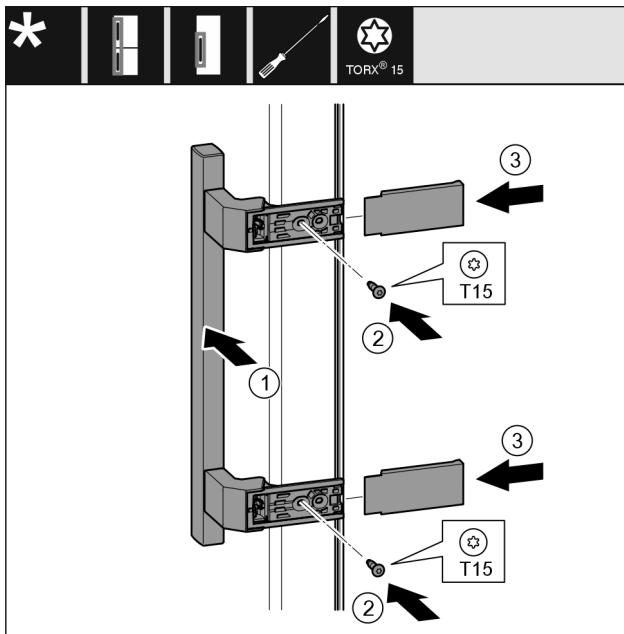

Fig. 25
- ▶ Εφαρμόστε τη λαβή Fig. 25 (1) στην απέναντι πλευρά.
- ▶ Σφίξτε τις βίδες Fig. 25 (2) με κατσαβίδι.
- ▶ Εφαρμόστε στο πλάι τα καλύμματα Fig. 25 (3) και τοποθετήστε τα.